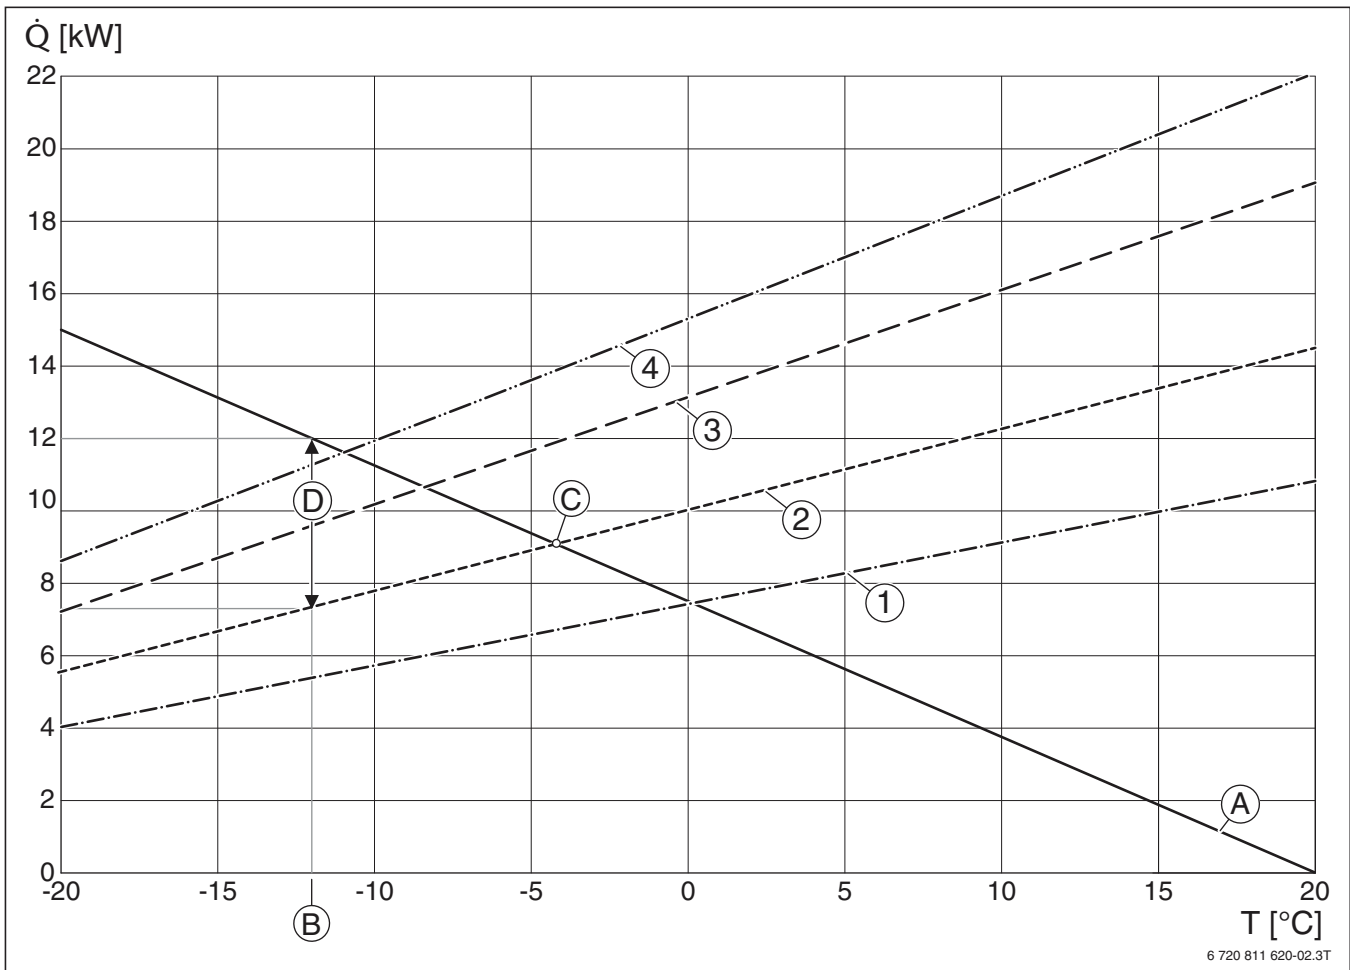

Bild 4 Bivalenzpunkt, Heizleistungskurven der Wärmepumpen WLW196i..IR/AR (35 °C Vorlauftemperatur, 100 % Modulation)
Für Häuser mit geringem Wärmebedarf kann der Bivalenzpunkt auch bei niedrigeren Temperaturen liegen (→ Bild 4).
Für Temperaturen höher als -7 °C zeigt Bild 4 die Heizleistungskurven der Wärmepumpen im Betrieb mit 100 % Wärmeleistung.
Zur Auswahl einer geeigneten Wärmepumpe wird in den Heizleistungskurven in Bild 4 die Gebäudekennlinie [A] eingetragen. Sie kann vereinfacht als Gerade zwischen der ermittelten erforderlichen Leistung am Normauslegungspunkt (im Beispiel -12 °C, 12 kW) und einer Heiz-
**Beispiel** (→ Bild 4)